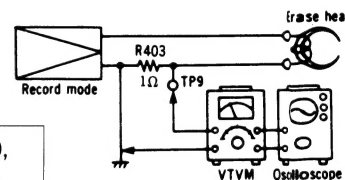

Fig. 19
G Löschstrom Bedingung: * Aufnahme Meßgerät: * Röhrenvoltmeter * Oszillograf	<ol style="list-style-type: none"> 1. Den Meßaufbau zeigt Fig. 19 2. Spannung am Röhrenvoltmeter gemäß folgender Formel berechnen. $\text{Löschstrom (A)} = \frac{\text{Spannung über dem Röhrenvoltmeter}}{1 \text{ (Ohm)}}$ 3. Falls der gemessene Wert nicht den VR abgleichen. Metal position...VR407, CrO₂ position...VR408, Fe-Cr position...VR405, Normal position...VR406 <p>NORMALWERT: Größere Größere Größere Größere</p>
<ol style="list-style-type: none"> Den Meßaufbau zeigt Fig. 19 Spannung am Röhrenvoltmeter ablesen und Löschstrom gemäß folgender Formel berechnen. $\text{Löschstrom (A)} = \frac{\text{Spannung über dem Widerstand (V)}}{1 \text{ (Ohm)}}$ <div style="border: 1px solid black; padding: 5px; margin: 5px 0;"> <p>Größer als 95mA (Metal position) Größer als 68mA (CrO₂ position) Größer als 55mA (Fe-Cr position) Größer als 45mA (Normal position)</p> </div> Falls der gemessene Wert nicht der Toleranz liegt, die folgenden VR abgleichen. Metal position...VR407, CrO₂ positionVR406, Fe-Cr position...VR405, Normal position...VR404.
<p>㊦ Erase current</p> <p>Condition:</p> <ul style="list-style-type: none"> * Record mode <p>Equipment:</p> <ul style="list-style-type: none"> * VTVM * Oscilloscope 	<ol style="list-style-type: none"> Test equipment connection is shown in fig. 19. Read voltage on VTVM and calculate erase current by following formula: <div style="text-align: center;"> $\text{Erase current (A)} = \frac{\text{Value read on VTVM (V)}}{1 (\Omega)}$ </div> <div style="border: 1px solid black; padding: 5px; margin: 10px 0;"> <p>Standard value: More than 95mA (Metal position), More than 68mA (CrO₂ position), More than 55mA (Fe-Cr position), More than 45mA (Normal position)</p> </div> <ol style="list-style-type: none"> If measured value is not standard, adjust the following VR. <ul style="list-style-type: none"> Metal position VR407, CrO₂ position VR406, Fe-Cr position VR405, Normal position VR404